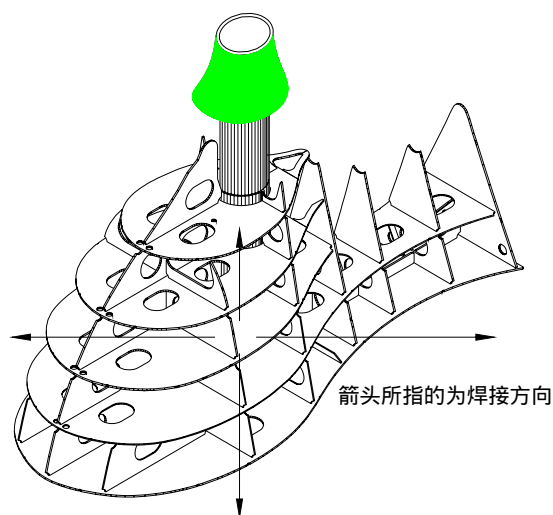

图 17
6.3.2.4 艏轴管插入分段后与前艏管铸钢件、肋板、平台板装焊按图 17。